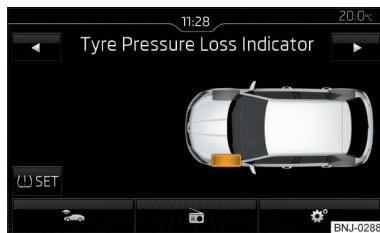

Fig. 148
- Pulsar la superficie funcional ! SET » fig. 148.
En caso de las luces de control iluminadas ! en el cuadro de instrumentos pueden mostrarse en el Infotainment los neumáticos afectados » fig. 148.